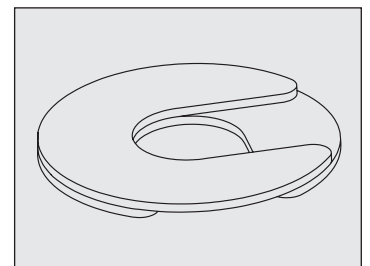

Abb. 10. Installieren Sie mehrere Unterlegscheiben mit versetzten Schlitzen.
- Wenn mehr als eine Unterlegscheibe verwendet wird, stellen Sie sicher, dass die Schlitze der Unterlegscheibe versetzt sind. Siehe Abb. 10.
- Verwenden Sie **NICHT** mehr als vier (4) Unterlegscheiben an einer Laufrolle.